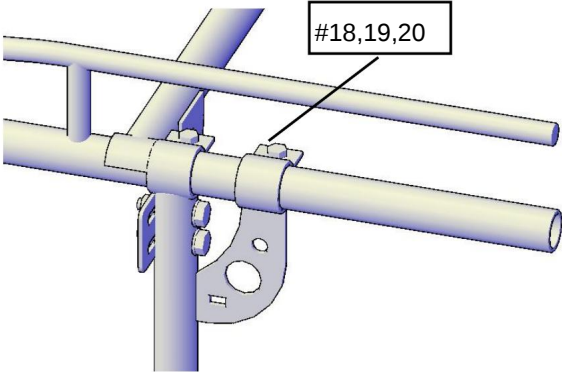

Abb.7
Befestigen Sie die beiden M12x50-Schrauben (#18), die Unterlegscheibe (20) und die Mutter (19) (siehe Zubehörschraubensatz „B“) Fest, aber nicht vollständig anziehen. (Abb. 7)